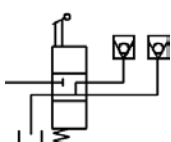

图 17.8.50 插入块 (五)
(8) 插入块。选择下拉菜单 **插入(I)** → **块(B)...** 命令，系统弹出“插入”对话框；在 **名称(N)** 下拉列表中选择“块 2”，输入旋转角度值 180 后，单击 **确定** 按钮；在图中所示的位置单击，结果如图 17.8.50 所示。